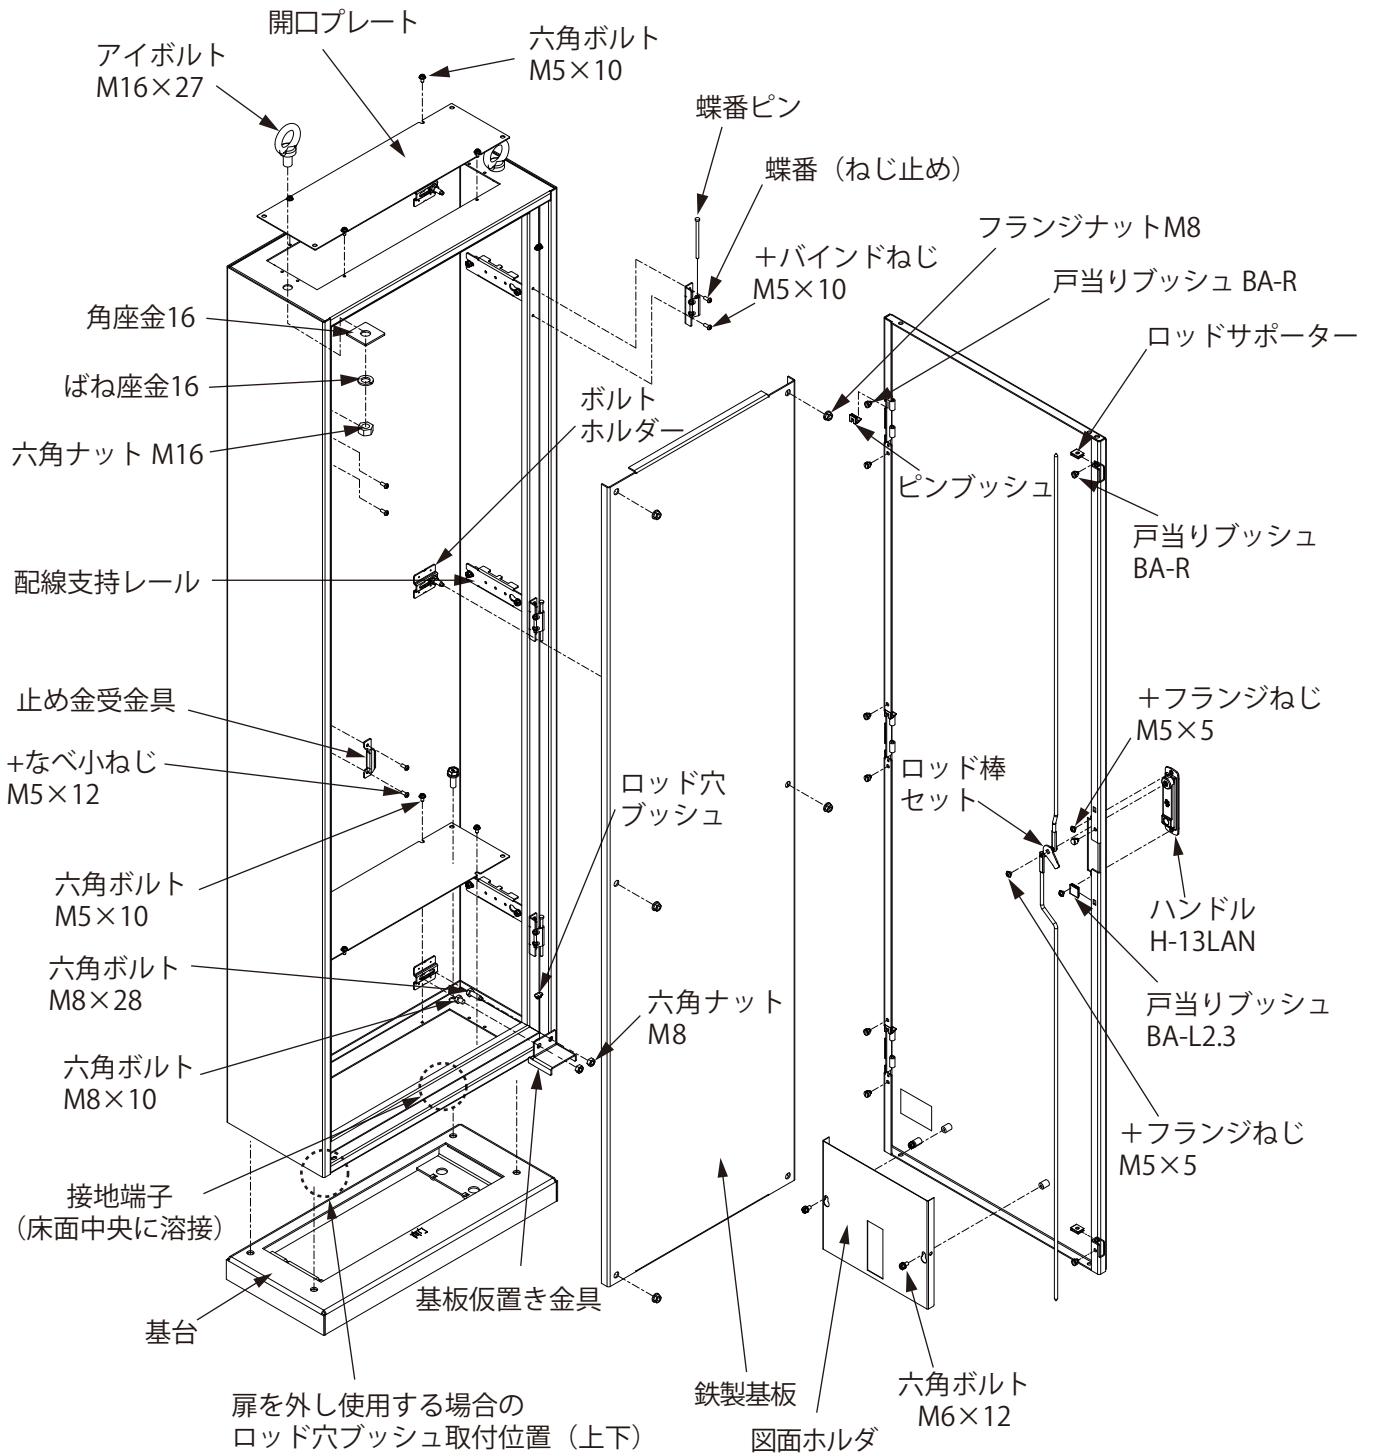

図6
- 3.付属のロッド穴ブッシュでロッド棒通過穴を塞いでください。片扉:2カ所(図6)、両扉:4カ所(図8)